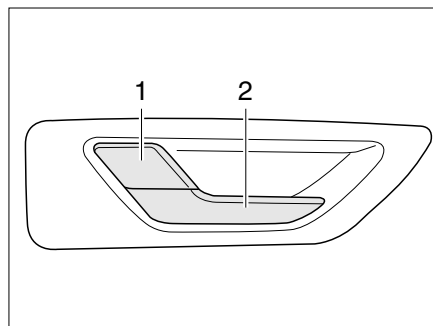

Bild 27 Klappenschloss Heckklappe, innen
- Am Griff (Bild 27,2) ziehen. Das Klappenschloss wird entriegelt. Der Sicherungshebel (Bild 27,1) springt automatisch heraus.
- Den Sicherungshebel (Bild 27,1) drücken.